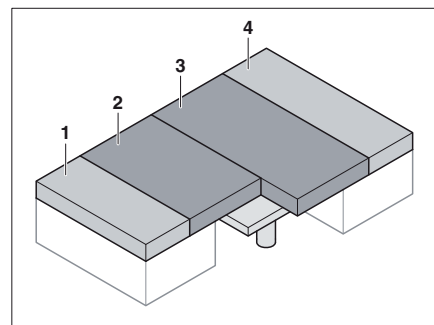

Fig. 75 Après la transformation
- Tirer les coussins d'assise (Fig. 75,2 et 3) vers le centre.
- Placer les coussins de dossier (Fig. 75,1 et 4) entre les coussins d'assise (Fig. 75,2 et 3) et la paroi extérieure.